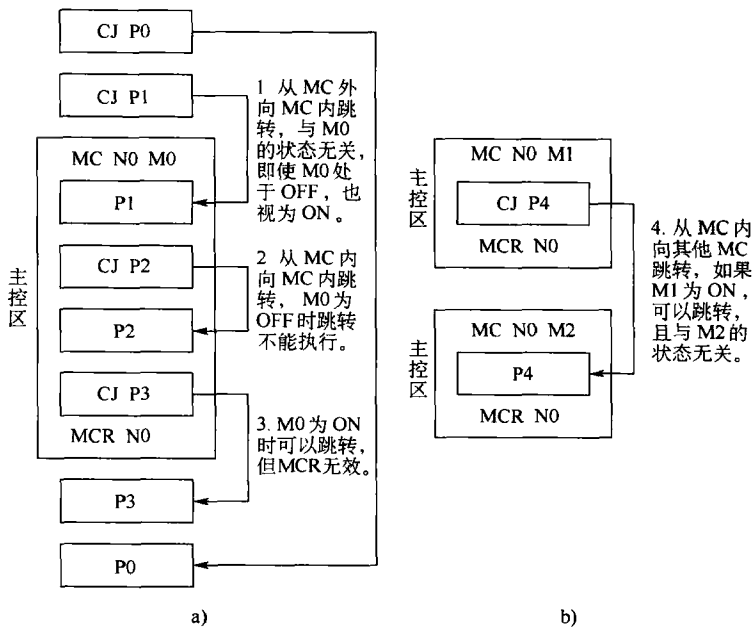

图 4-2 跳转指令与主控程序
- 6) 跳转指令在主控程序中动作规则如图 4-2 所示。
- ① 跳过整个主控区：对于跳过整个主控区的跳转不受限制。